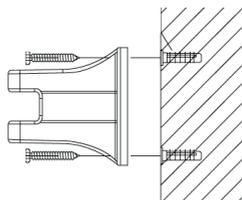

FIG. 2
2. Inserirvi i tasselli (FIG. 2).